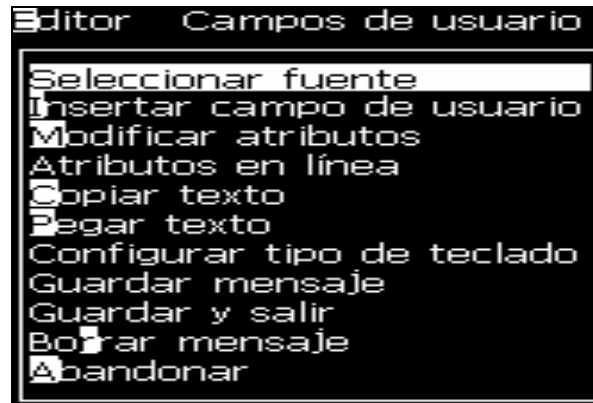

Figura 5-33. Menú Editor (Editor)
- 1 Pulse las teclas *Alt+E* o pulse *F1*. Aparecerá el menú *Editor (Editor)* (consulte Figura 5-33).